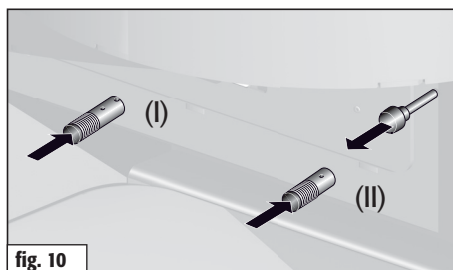

fig. 10
| Régler l'air primaire.                     | Positionner la manette de réglage de l'air primaire sur le repère 2. (fig. 10) |
| Régler l'air secondaire.                   | Positionner le clapet d'air secondaire (II) entre le repère 1 et 2. (fig. 10)  |